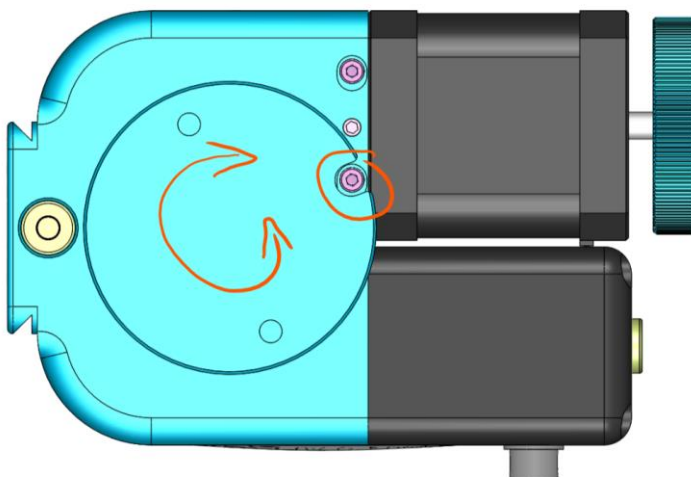

Bild 2
3. Drehteller von Hand solange drehen, bis die Freimachung die Zylinderschraube zu sehen ist (Bild 2).
10. Wenn das Spiel draußen ist, die vier Zylinderschrauben (Bild 2) mit maximal 0,5Nm anziehen.
11. Zur Sicherung der Position die zwei Madenschrauben (Bild 2) mit maximal 2,0Nm anziehen.